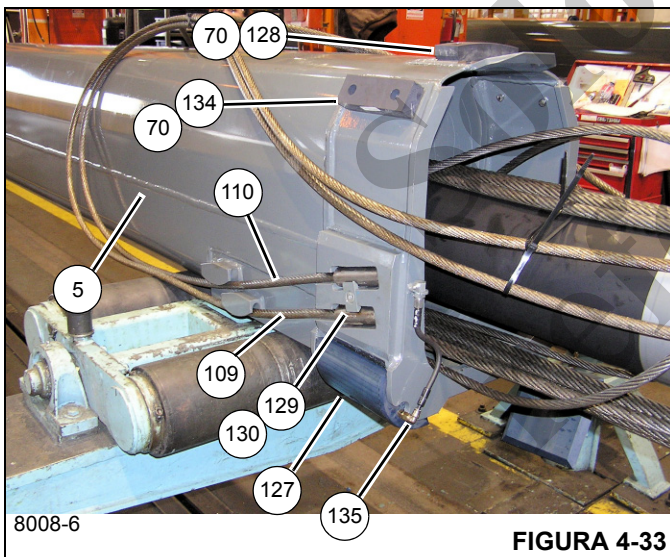
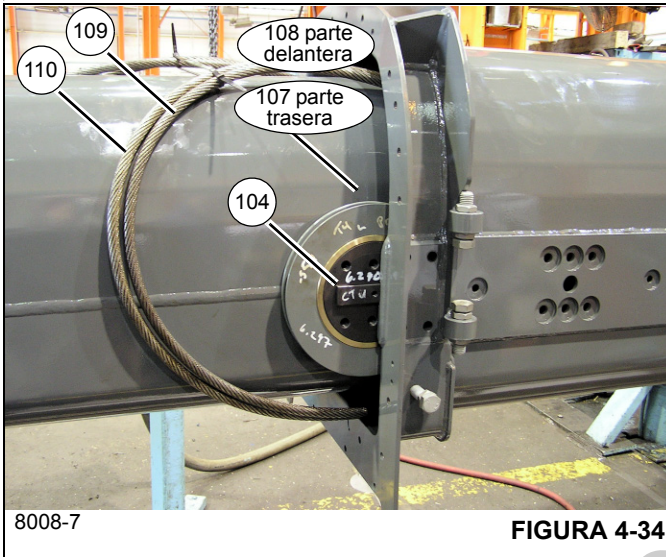
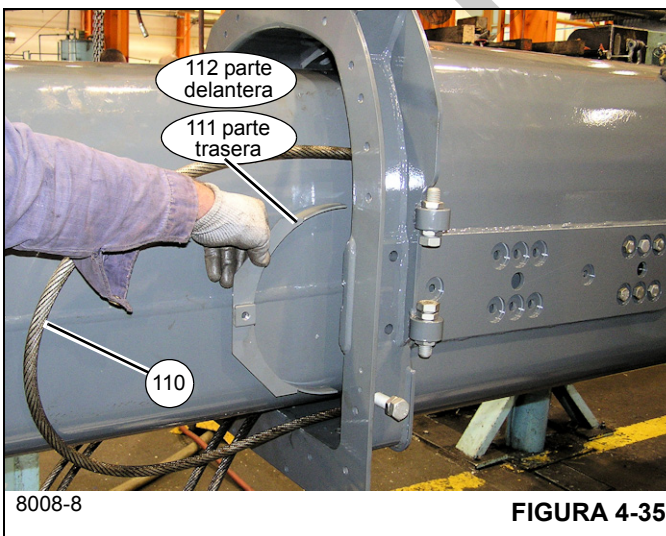
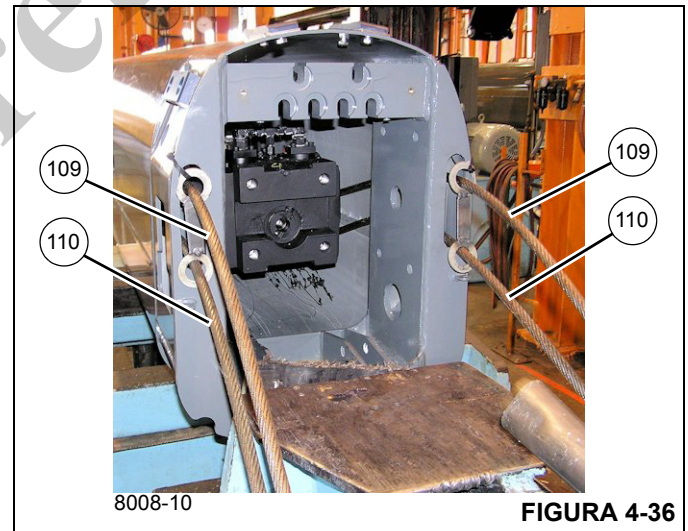

FIGURA 4-33
FIGURA 4-34
FIGURA 4-35
FIGURA 4-36
16. Monte el conjunto de almohadilla de desgaste (134) en cada lado de la parte inferior trasera de la sección telescópica 4 (5) utilizando los dos pernos (124) y las arandelas de seguridad (25) (vea la Figura 4-33).
17. Monte el conjunto de almohadilla de desgaste (128) en la parte inferior trasera de la sección telescópica 4 (5) utilizando los dos pernos (124).
18. Instale los dos conjuntos de cables de extensión de la sección telescópica 4 (109 y 110) a cada lado de la parte trasera de la sección telescópica 4 (5) y fije cada conjunto de cables a la sección telescópica 4 (5) utilizando
el cable de anclaje (129) y el perno (130) (vea la Figura 4-33).
19. Utilice bandas de amarre o tiras de correa para fijar temporalmente los cables (109, 110) y fije el conjunto de cables en el lado del cilindro telescópico (6) (lados izquierdo y derecho).
20. Coloque la sección telescópica 3 (4) con el lado superior hacia abajo y detrás de la sección telescópica 4 (5); coloque la sección telescópica 3 (4) en unos soportes adecuados.
21. Utilice una pistola engrasadora o brocha y aplique grasa en el interior de la sección telescópica 3 (4) en las áreas donde las almohadillas de desgaste de la parte trasera de la sección telescópica 4 tocarán al ser armadas.
22. Alinee la sección telescópica 3 (4) con la sección telescópica 4 (5).
23. Fije la manguera de engrase (135) y las piezas relacionadas (79, 80, 77, 78) a cada una de las almohadillas superiores traseras (127), luego instale el conjunto de almohadilla de desgaste/manguera de engrase en la escuadra de fijación en cada lado de la sección telescópica 4 (5) (vea la Figura 4-33).
**NOTA:** No permita que la almohadilla de desgaste (127) cuelgue de la manguera de engrase, ya que las roscas de la almohadilla de desgaste se pueden dañar. Si las roscas de la almohadilla de desgaste están dañadas, cambie la almohadilla de desgaste; no intente repararlas con cinta para roscas.
25. Inserte parcialmente la sección telescópica 4 (5) en la sección telescópica 3 (4).
26. Utilice los suplementos (70) para ajustar los conjuntos de almohadillas de desgaste traseras de la sección telescópica 4 (128, 134) de modo que las almohadillas de desgaste estén a una distancia máxima de 2 mm (0.08 pulg) de los lados y de la parte inferior de la sección telescópica 3. Se debe usar un número igual de suplementos en cada lado.
27. Inserte la sección telescópica 4 (5) en la sección telescópica 3 (4) hasta que los bucles en los cables de extensión de la sección telescópica 4 (109, 110) estén cerca de la punta de la sección telescópica 3 (4) (vea la Figura 4-34).
28. Utilice el eje (104) y los seis pernos (105) para montar la polea trasera (107) en el interior de la sección telescópica 3 (4) (lados izquierdo y derecho) utilizando el conjunto trasero de orificios de montaje (vea la Figura 4-34); compruebe que la pestaña rectangular del eje (104) se deslice dentro de la ranura de la sección telescópica 3 (4).
29. Trabajando en la parte trasera de la sección telescópica 3 (4), tire de los cables de extensión de la sección telescópica 4 (109) hasta que se asienten en las poleas (107).
30. Instale el miembro soldado del protector trasero (111) (lados izquierdo y derecho) sobre el cable de extensión de la sección telescópica 4 (109), donde el cable se envuelve alrededor la polea (107) y fíjelo con el perno (113) (vea la Figura 4-35).
31. Utilice el eje (104) y los seis pernos (105) para montar la polea delantera (108) en el interior de la sección telescópica 3 (4) (lados izquierdo y derecho) (vea la Figura 4-34); compruebe que la pestaña rectangular del eje (104) se deslice dentro de la ranura de la sección telescópica 3 (4).
32. Trabajando en la parte trasera de la sección telescópica 3 (4), tire de los cables de extensión de la sección telescópica 4 (110) hasta que se asienten en las poleas delanteras (108).
33. Instale el miembro soldado del protector delantero (112) (lados izquierdo y derecho) sobre los cables de extensión de la sección telescópica 4 (110), donde el cable se envuelve alrededor la polea (108), y fíjelo con el perno (113).
34. Instale la grasera (106) en cada uno de los cuatro ejes (104). Añada grasa hasta que la grasa salga a través de las poleas.
35. Pase los cables de extensión de la sección telescópica 4 (109, 110) a través de los agujeros alargados en la parte trasera de la sección telescópica 3 (4) y compruebe que los cables 109 y los cables 110 estén orientados como se muestra en la Figura 4-36.